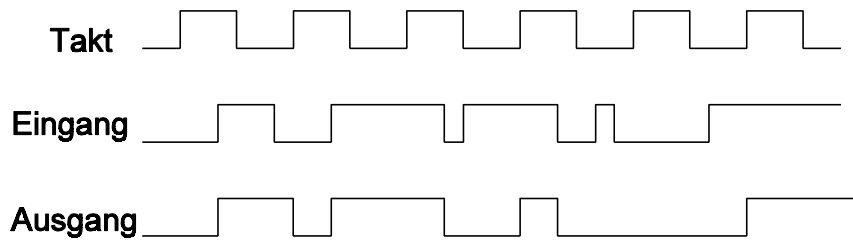

Abb. 6
12. An einem Schaltkreis, der ein Register enthält, messen Sie die in Abbildung 6 gezeigte Signalfolge. Handelt es sich dabei um ein D-Flipflop- oder um ein Latch-Register? (Kurze Begründung.)